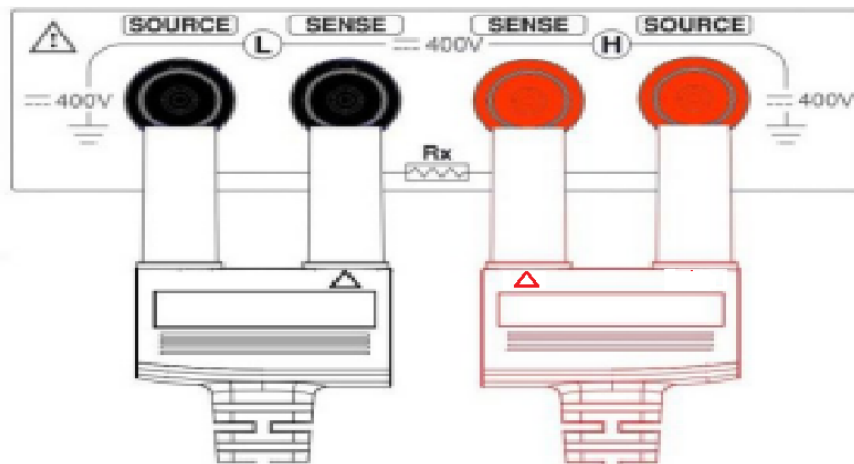

图 2-2-2 测试线与仪器孔端连接示意图
4. 将四个端子测试线按照如图 2-2-2 方法连接到仪器输入端子上，具体操作如下：